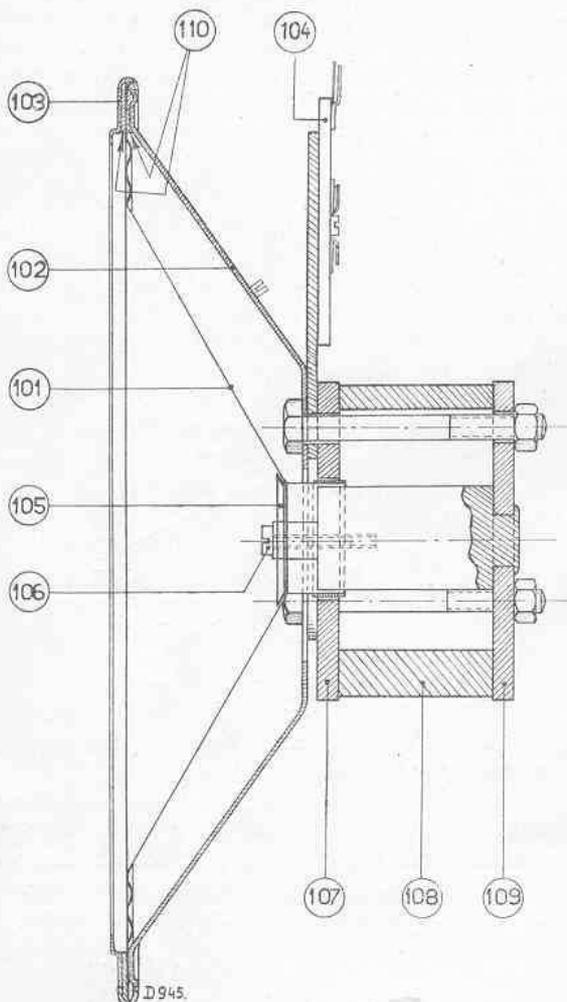

Fig. 8
2. Faire attention à ce que la plaque antérieure et postérieure (fig. 8 rep. 107 et rep. 109) ne soient, en aucun cas, séparées de l'aimant; car alors, celui-ci (de même que si la réparation se faisait sur une plaque de fer) s'affaiblirait.